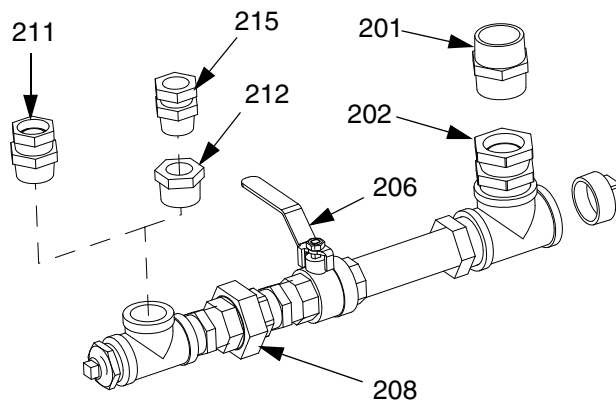

FIG. 29: Vätskeutloppsenshet
3. Koppla ur svivelfästet (202). Se FIG. 29.
4. Om en överföringspump (H) eller omrörare (J) är monterad på fathållaren:
5. Ta bort skruvarna (107) och brickorna (110) från undersidan av monteringsfästet (101).